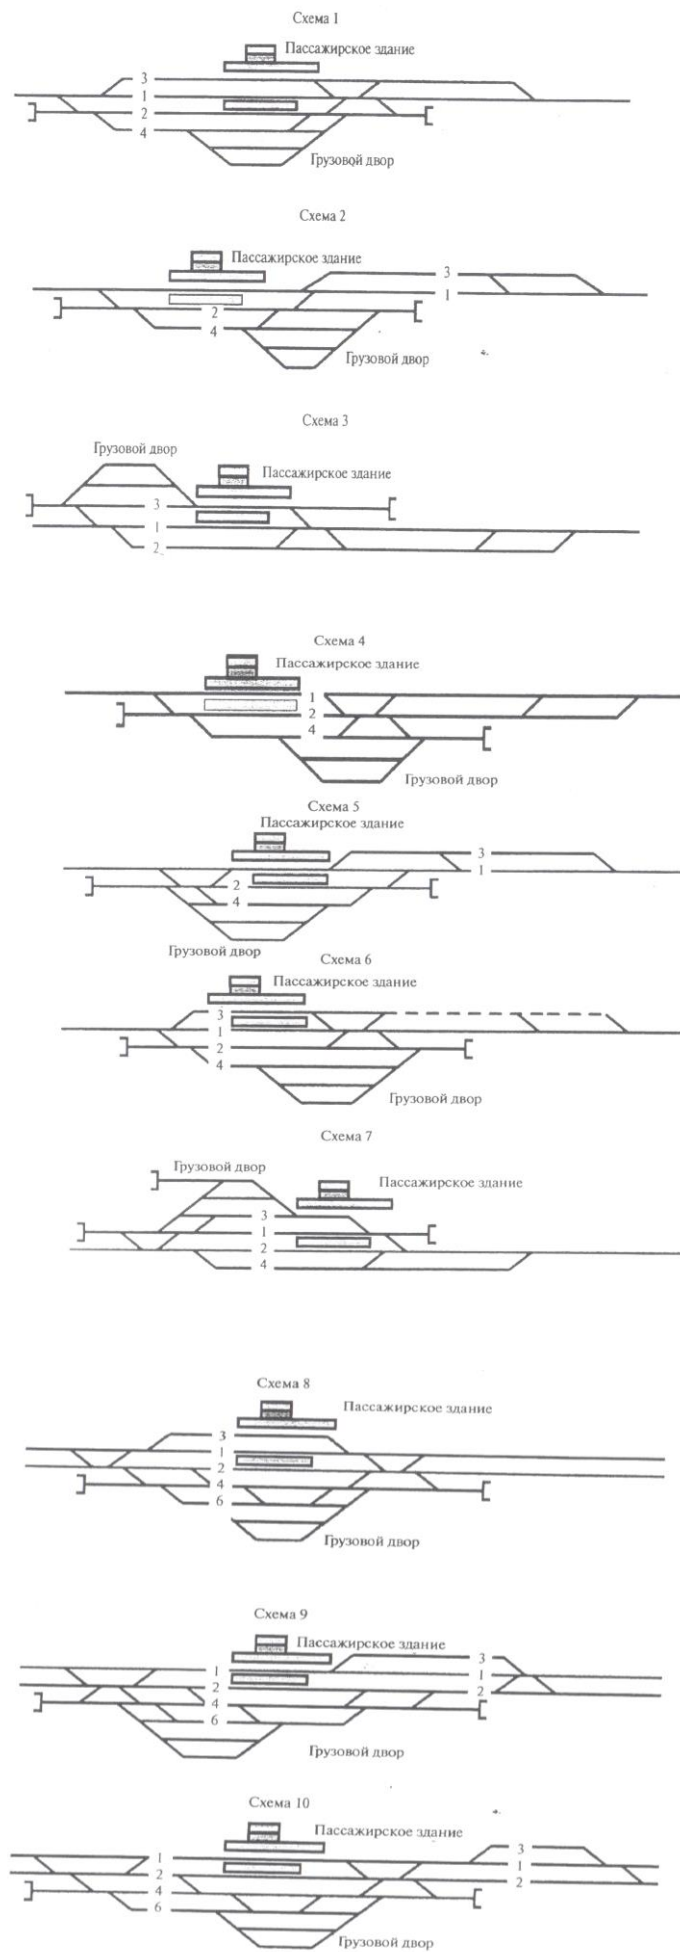

Рис. 3
7. На схемах (рис. 3) станции указать специализацию путей, расставить входные, выходные сигналы, предельные столбики.